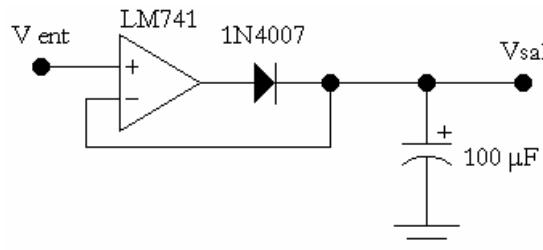

Figura 2
- 2.1. Armar el circuito de la Figura 2.
- 2.3. Observar en el osciloscopio la señal de salida superpuesta a la señal de entrada. Además de ser un detector de pico activo, ¿qué otra función puede cumplir el circuito de la figura 2?
- 2.6. ¿Qué se observa a medida que se carga la salida del circuito de la figura 2? ¿A qué se debe esto?